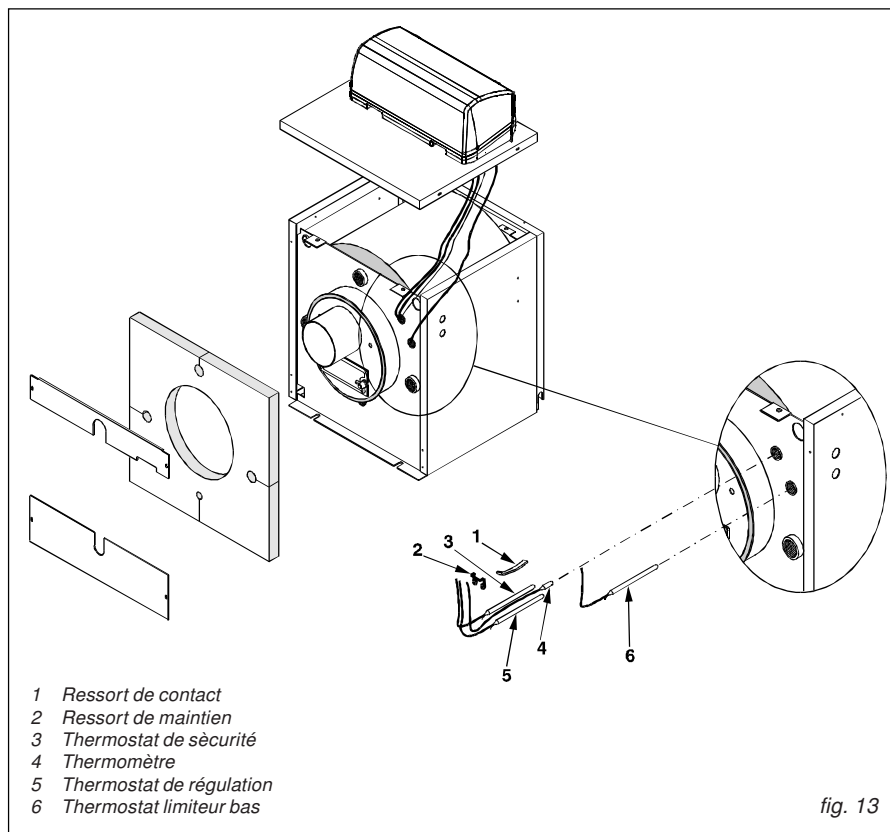

fig. 13
- Fixer le tableau de bord sur le panneau supérieur (pos.1) en faisant passer dans les trous central de ce dernier les câbles électriques et les capillaires des sondes. Insérer ensuite les capillaires dans les doigts de gant prévus à cet effet en les bloquant au moyen des ressorts de maintien (fig. 13, pos. 2) fournis.